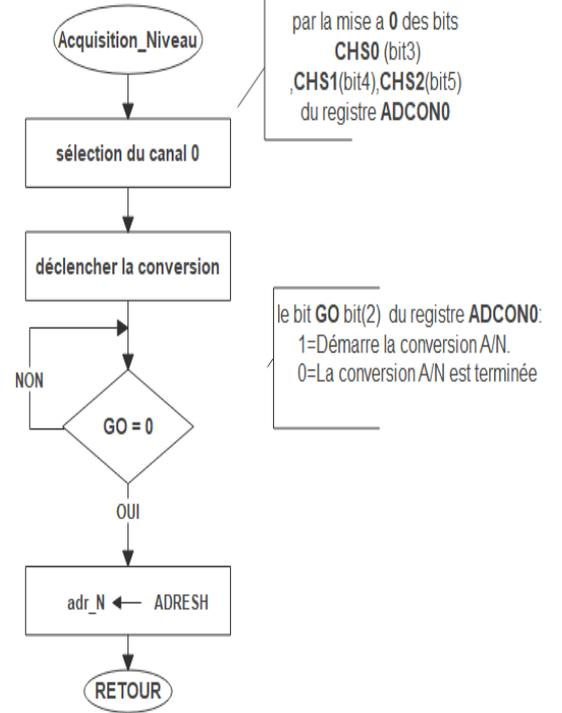

Figure 4: : Organigramme Acquisition\_Niveau
**Q.27-** Compléter en MikroC les lignes de configuration de la fonction **Acquisition\_Niveau** relative à l'organigramme **Figure 4** du document **DRES 02**. 2,5 pts